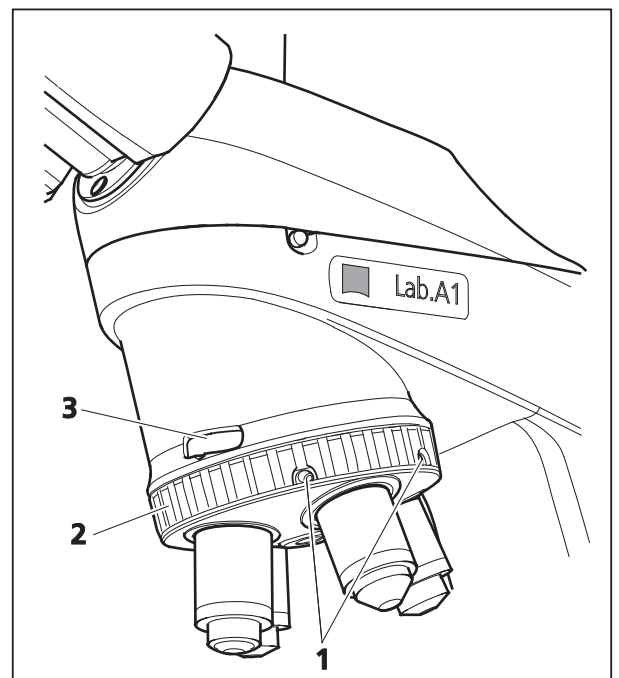

Fig. 2-24 Revolver porte-objectifs du statif Lumière transmise et polarisation, avec logement pour compensateurs
- Changement rapide d'objectif par rotation du revolver porte-objectifs au moyen de la bague moletée (Fig. 2-24/2).
- Logement (Fig. 2-24/3) pour coulisseau 6x20 (compensateurs, analyseurs, lames auxiliaires).
- Statif Lumière transmise et polarisation et statif Lumière transmise et conoscopie avec revolver porte-objectifs 4x, 3 positions étant centrables au moyen de deux vis (Fig. 2-24/1) respectivement.
Ne pas tourner les vis (Fig. 2-24/1) à fond jusqu'en butée.